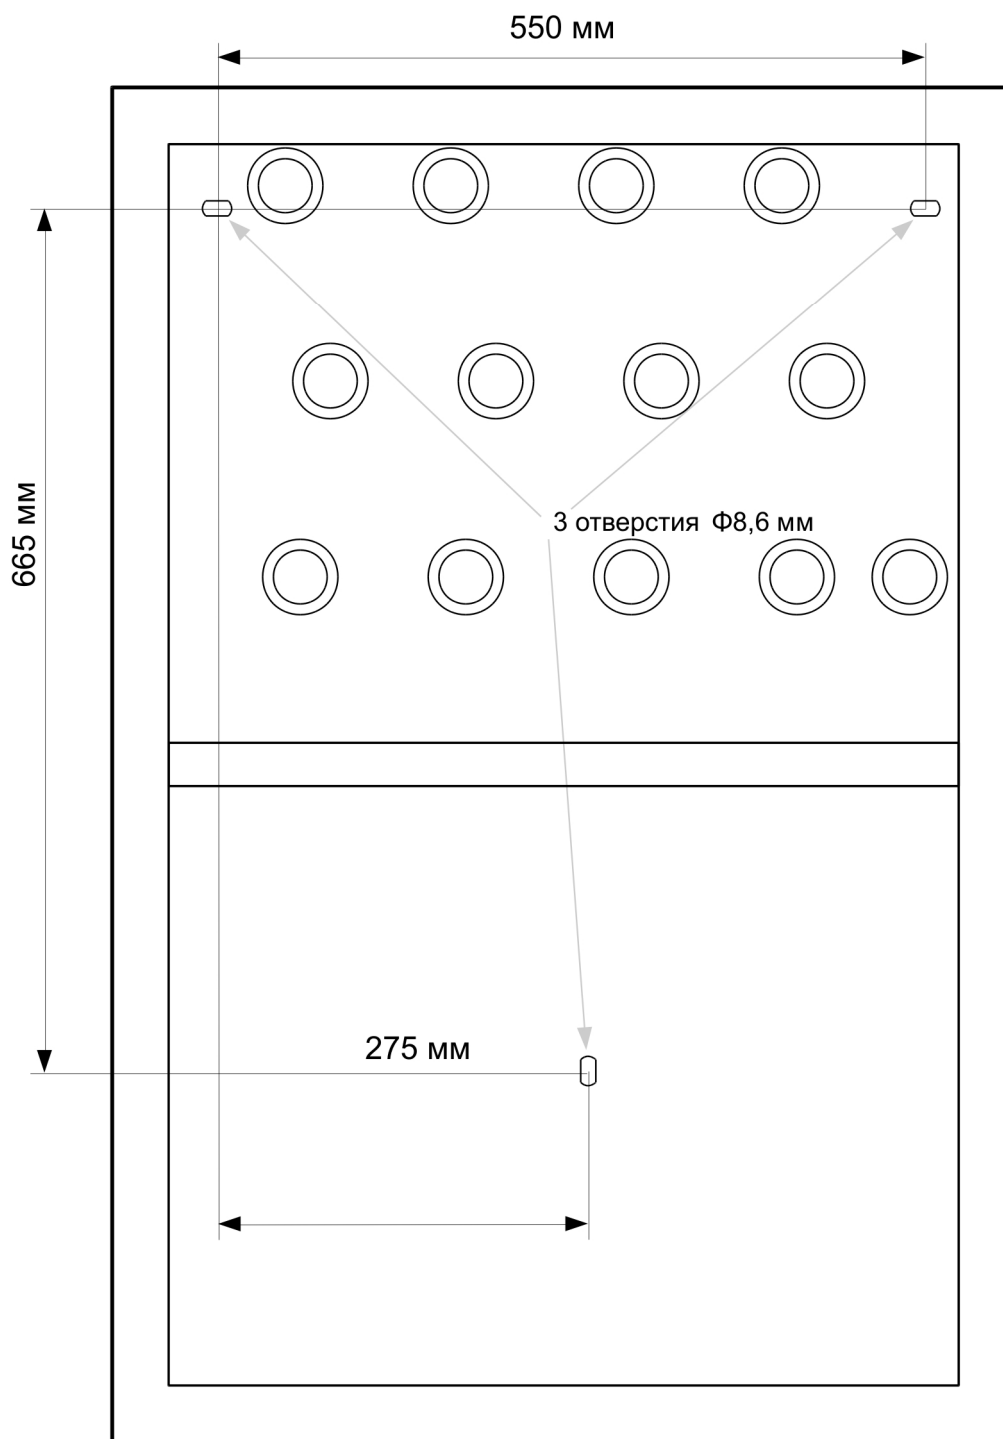

Рис. 8.1.2 Крепление прибора UCS в корпусе от 32 А до 64 А.
- Корпус от 32 А до 64 А – установить на стабильном покрытии возле стены, а затем прикрепить к стене или на стену с помощью 3 винтов М8 и дюбелей диаметром не менее 12 мм (рис. 8.1.2).